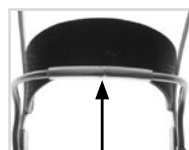

Fig. 25
- 4 Raccordez les rallonges du levier entre elles à une distance d'environ 1 mm à l'aide du tuyau de connexion pour rallonge du levier (Fig. 25).